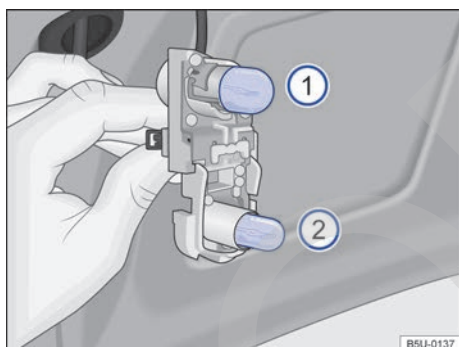

Fig. 169 En el soporte de las lámparas: ubicación de las lámparas.
5. Para remover la lámpara incandescente quemada (1) → fig. 169, presionar la lámpara contra el soporte y girar, al mismo tiempo, en el sentido antihorario.
6. Para remover la lámpara incandescente quemada (2) → fig. 169, tirar de la lámpara del soporte para removerla.
8. Para insertar la lámpara nueva (1) en el soporte, presionar la lámpara y girar, al mismo tiempo, en el sentido horario, hasta el batiente.
9. Para insertar la lámpara nueva (2) en el soporte, encajar y empujar la lámpara en el soporte. ▶
La ubicación e identificación de las lámparas incandescentes → fig. 169 están relacionadas a continuación: